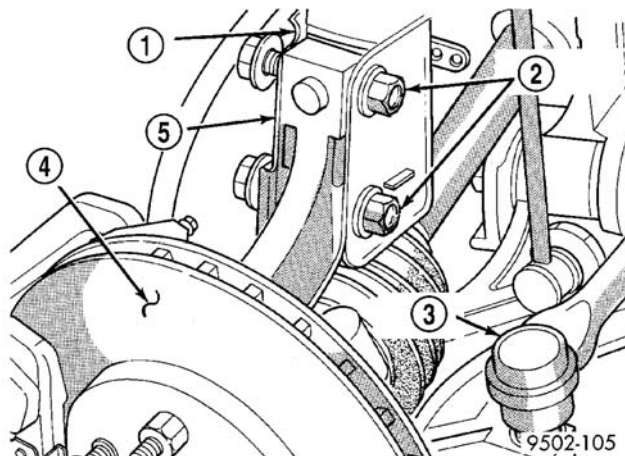

图 7 U 形支架至转向节的连接螺栓
- (1) 升高车辆，直至轮胎不在承受车重。
- (2) 将前轮胎和车轮总成拆卸下来。
(3) 拆下滑柱 U 形支架至转向节的上下固定螺栓(图 7) 并丢弃。将转向节从滑柱 U 形支架上分离，并将其置于不妨碍滑柱的位置。